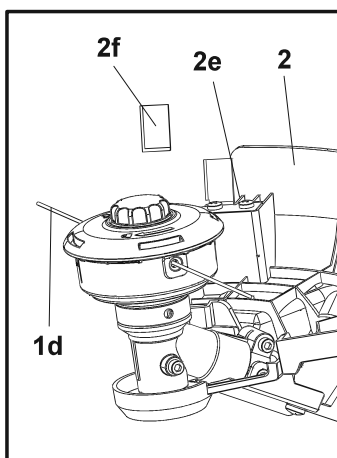

Fig. 29
A proteção (2) protege o utilizador contra objetos projetados durante a utilização. Esta está equipada com uma faca (2e) que corta os fios do aparador (1d) (Fig. 29).